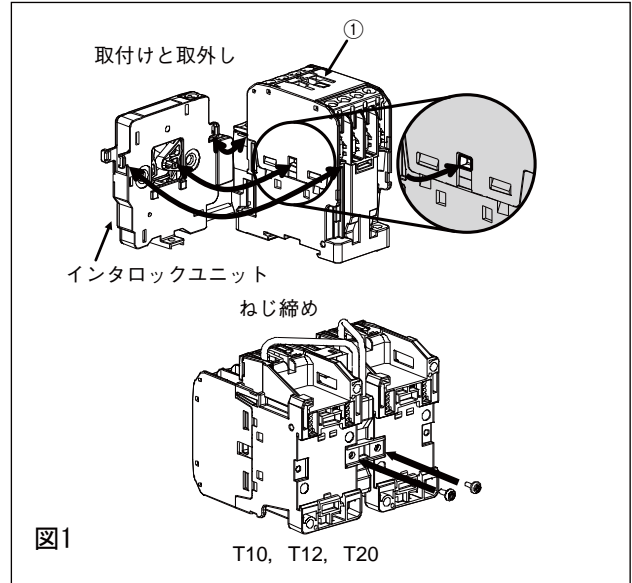

図1
● UT-ML11(BC)[図1 参照]
- (1) インタロックユニットとコンタクタの組合せが正しいことを確認してください。
- (2) 穴あけ寸法に従って取付穴をあけてください。
- (3) 図1に示すように両方のコンタクタにインタロックユニットを取付けてください。
- (4) 取付面にコンタクタをねじで固定してください。
- (5) 可逆式はコンタクタに相互の直接電氣的インタロックを施してください。